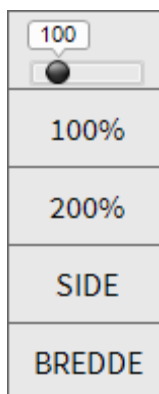

Fig 27
- Klikk på Zoom-knappen. Følgende meny vises (Fig 27).